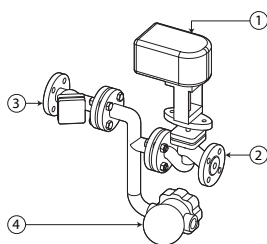

Fig. 4.b
- En cas de vannes de régulation avec raccords filetés, SAKV*****U*, combinées à un kit optionnel, SAKR*****U*, raccorder les adaptateurs à la vanne comme indiqué sur la figure 4.a.
- Raccorder l'actionneur SAKA***** ① à la vanne de régulation ②.